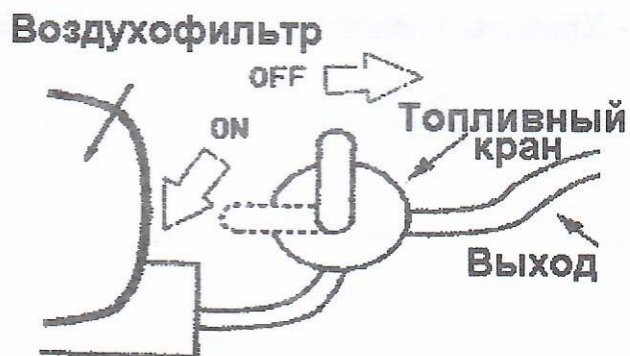

Рис. 8
2. Установите переключатель топлива в положение "OFF"(=ВЫКЛ) (рис.8).